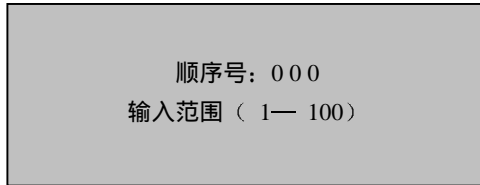

图 3-19
- 2) 按“小计”确认, 进入开台顺序号输入状态(设开台数为 100), 如图 3-19 所示;